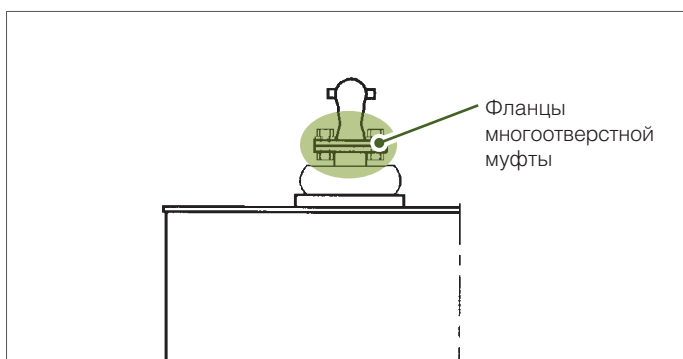

Рис. 50. Многоотверстная муфта механизма BUL
4. На моторном приводном механизме типа BUL, ослабьте два винта на многоотверстной муфте наверху механизма. См. рис. 50.